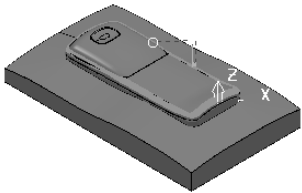

图 2-127 生成的刀具路径
4) 在“参数偏置精加工”对话框中单击“应用”按钮和“接受”按钮，确定参数并退出对话框，生成的刀具路径如图 2-127 所示。